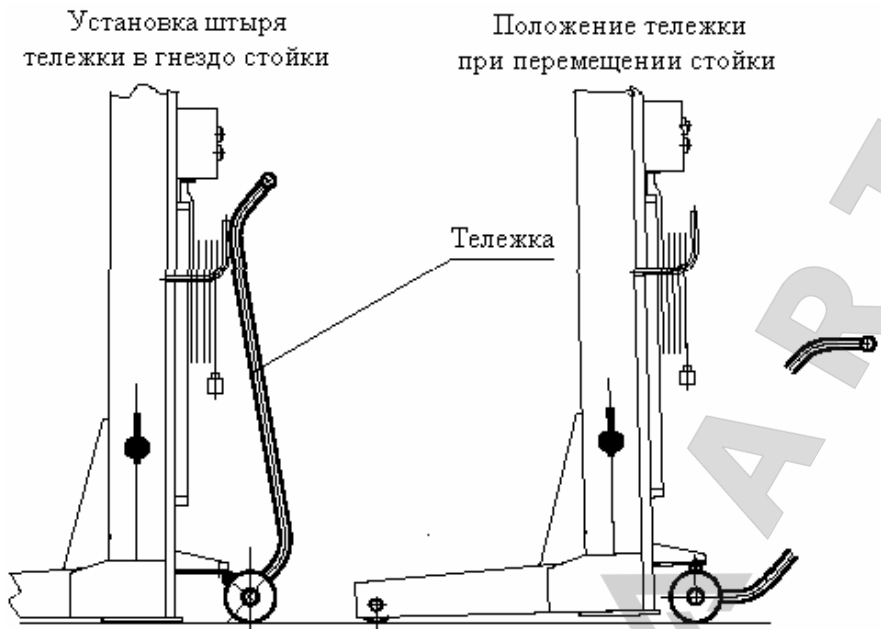

Рис. 5. Перемещение стойки при помощи тележки
7.1.1. При помощи тележки подкатить каждую стойку подъемника под колеса автомобиля. Для перемещения стойки подкатить тележку к стойке и, зацепив ее, приподнять (см.Рис.5). Убрать тележку.